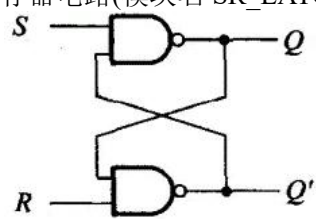

图 3 电路图
9.用 Verilog 描述下图 3 的门级 SR 锁存器电路(模块名 SR\_LATCH)。